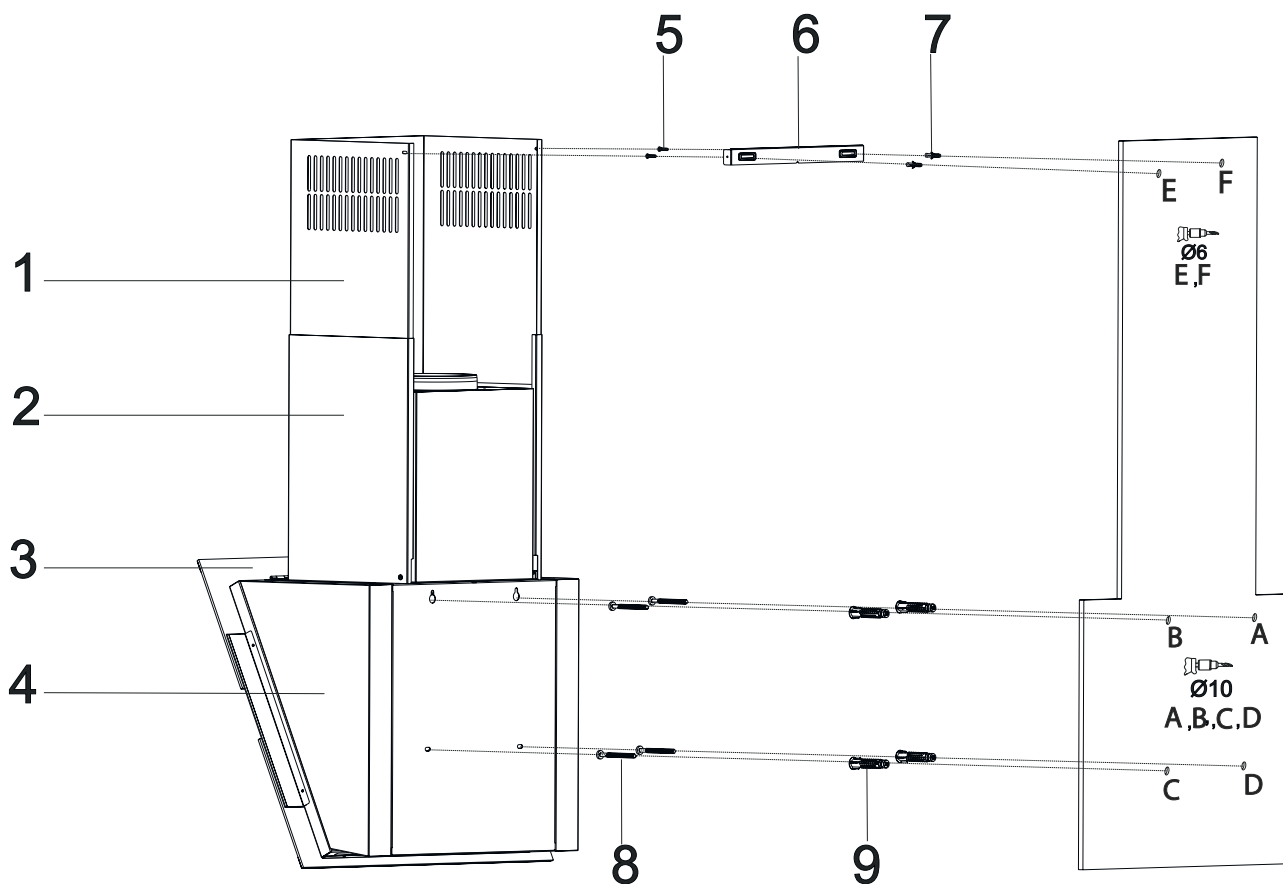

Fig. 8
2. ➤ Fäst monteringsritningen på väggen vid önskad höjd på fläkten i förhållande till spishällen (följ våra höjdrekommendationer). Markera och borra i punkterna A, B, C och D (Fig. 8)
3. ➤ Sätt nu in pluggar i punkterna A, B, C och D. Skruva i 5,5x60-skrivar på punkterna A & B och lämna ett 5mm avstånd mellan väggen och skruvhuvudet (Fig. 8).
4. ➤ Häng upp fläkten och fäst den genom att skruva i 5,5x60-skrivar på A + B och på C & D (Fig. 8).